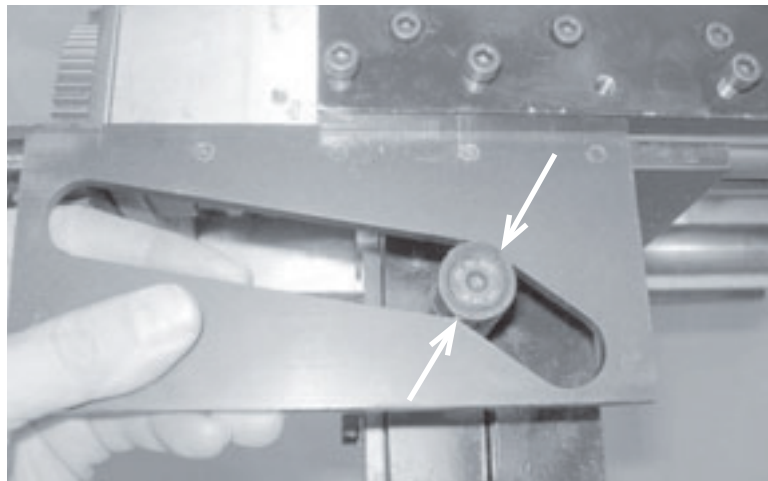

Figure 3-44. Introduisez le gabarit sur le galet poussoir de façon que la roue se trouve au point de transition du chanfrein.
2. Placez les gabarits dans leurs rainures au-dessus des axes de galets poussoirs (voir Figure 3-44). Placez les gabarits de façon que la roue du galet poussoir soit proche de l'extrémité du gabarit éloignée du centre du tuyau.
2. Placez les gabarits dans leurs rainures au-dessus des axes de galets poussoirs (voir Figure 3-44). Placez les gabarits de façon que la roue du galet poussoir se trouve au point de transition sur le tuyau.